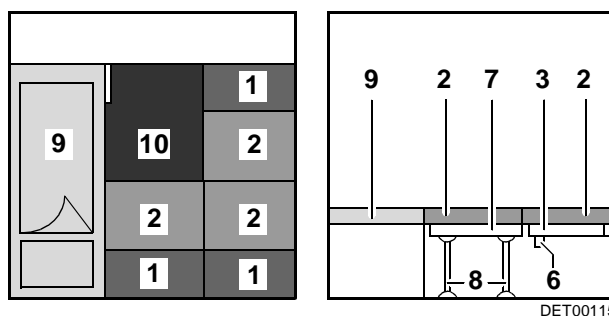

Fig. 71 Après la transformation
- Tirer les coussins d'assise (Fig. 71,2) vers le centre.
- Placer les coussins de dossier (Fig. 71,1) entre les coussins d'assise et la cloison.
- Poser le coussin supplémentaire (Fig. 71,10) à côté du lit (Fig. 71,9).